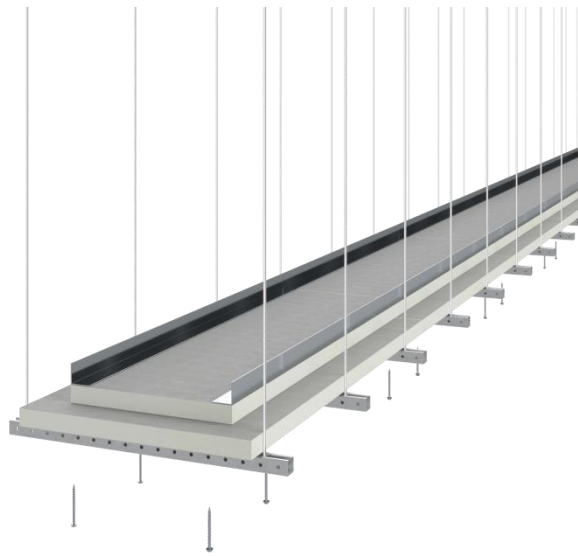

Рисунок 3 Установка монтажного уголка DG3030 или DG6060 при помощи саморезов
– закрепить стенку из плит к уголку DG3030 или DG6060 при помощи саморезов со сверлом необходимой длины с шагом не более 250 мм (рис.3);
- закрепить стенку из плит к уголку DG3030 или DG6060 при помощи саморезов со сверлом необходимой длины с шагом не более 250 мм (рис.3а);
Рисунок 3а Установка монтажного уголка DG3030 или DG6060 при помощи саморезов